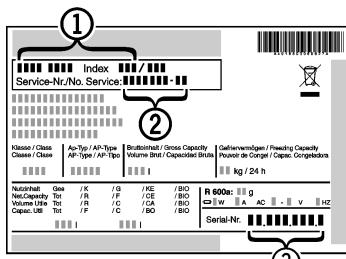

Fig. 51
- Denominación del aparato *Fig. 51 (1)*, nº del servicio técnico *Fig. 51 (2)* y nº de serie *Fig. 51 (3)* en la placa de identificación. La placa de identificación se encuentra en la parte interior izquierda del aparato.
- Informe al servicio postventa e indique el fallo, la denominación del aparato *Fig. 51 (1)*, el nº del servicio técnico *Fig. 51 (2)* y el nº de serie *Fig. 51 (3)*.